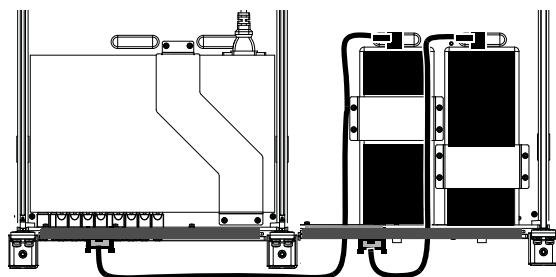

図 14. Ethernet スイッチを設置したシャーシに電源ケーブルをつなぐ
- 3 以下の作業を行って、Ethernet スイッチを設置したシャーシに電源をつなぎます (図 14 を参照)。